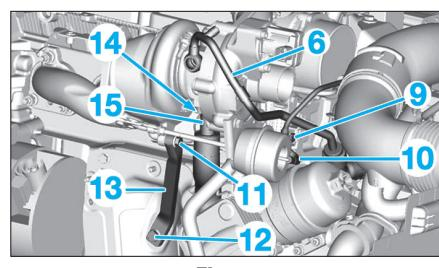

Fig. 54
- Déconnecter l'alimentation (2) du turbocompresseur.
- la vis creuse (3),
- le tube de sortie de refroidissement (4) du turbocompresseur,
- la vis creuse (5),
- le tube d'entrée de refroidissement (6) du turbocompresseur,
- la vis creuse (7),
- le tuyau d'entrée de graissage (8) du turbocompresseur.
- Déposer la vis de fixation (9) du tuyau d'entrée de refroidissement du turbocompresseur (Fig.54).